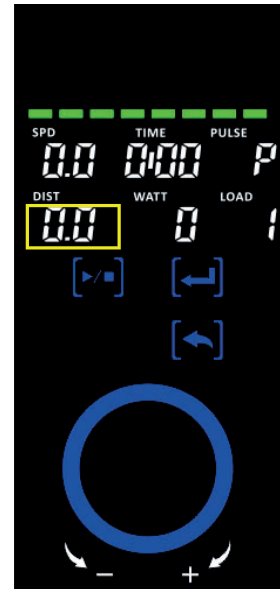

Abb. 6
- + Strecke (DISTANCE) (Abb. 6)